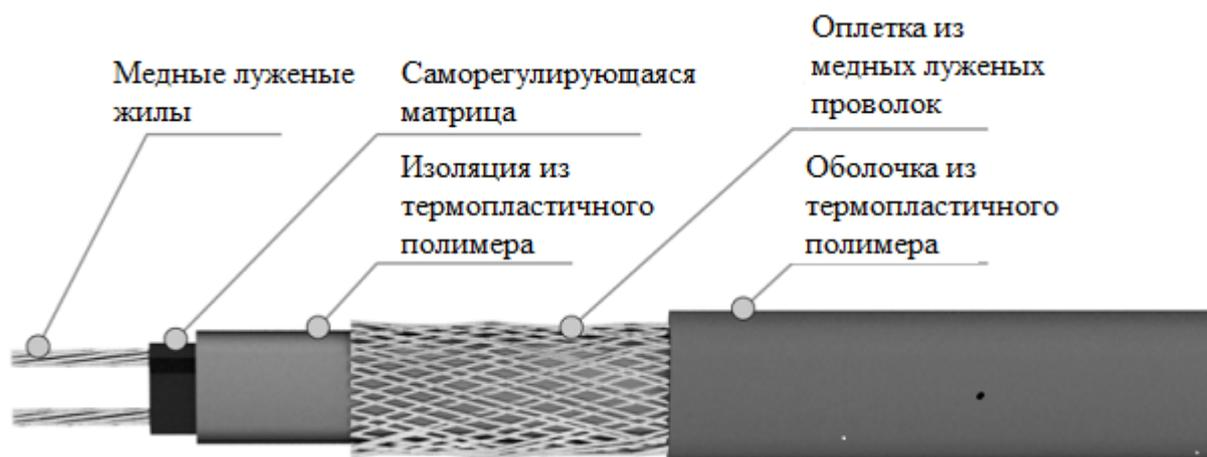

Рис.1
Кабель нагревательный состоит из следующих элементов (рис. 1):
3.1.13. Кабели нагревательные саморегулирующиеся имеют температурнозависимое сопротивление и данные о величине сопротивления не являются достоверным ориентиром для определения присоединённой нагрузки. По этой причине кабели нагревательные саморегулирующиеся проверяются только на сопротивление изоляции нагревательного элемента (измерение производится между токоведущими жилами и экранирующей оплёткой кабеля нагревательного (рис. 1) и сопротивление оболочки кабеля нагревательного (измерение производится между экранирующей оплёткой кабеля нагревательного и контуром заземления).